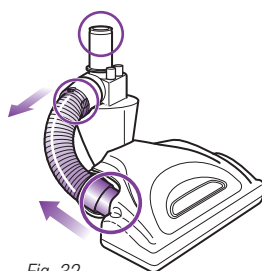

Fig. 32
- Détachez le tuyau souple de l'extrémité supérieure de la brosse à planchers motorisée en pressant les onglets ensemble et en tirant le tuyau vers le haut, puis détachez le tuyau de l'extrémité inférieure en tirant sur le raccord. Inspectez l'intérieur des trois orifices. (Fig. 32)